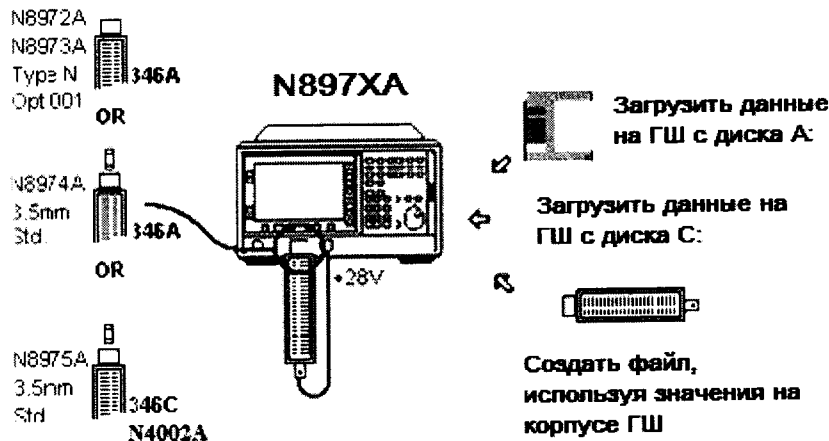

Рисунок 7
8.4.7.1 Подключить источник шумового сигнала к измерителю коэффициента шума как показано на рисунок 7. Высокочастотный выход генератора шума соединить непосредственно или через соответствующий переход со входом INPUT анализатора.